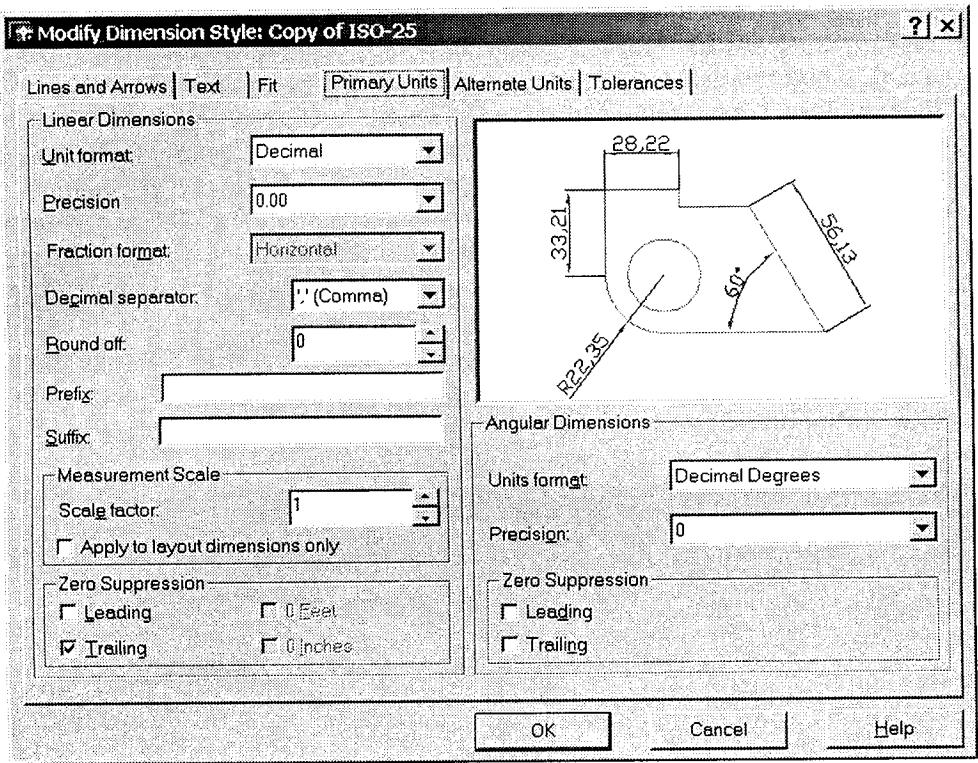

Рис. 8.7
**Вкладка Primary Units** (Основні одиниці) (див. рис. 8.7) дозволяє задати формат та точність подання одиниць вимірювання лінійних та кутових
13. Перейдіть на вкладку **Primary Units** (див. рис. 8.7).